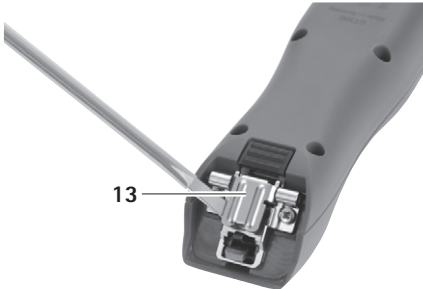

図 1
- 刃のヒンジが閉じている場合：刃のヒンジ 13 ドライバーで開きます、を参照してください 図 1。